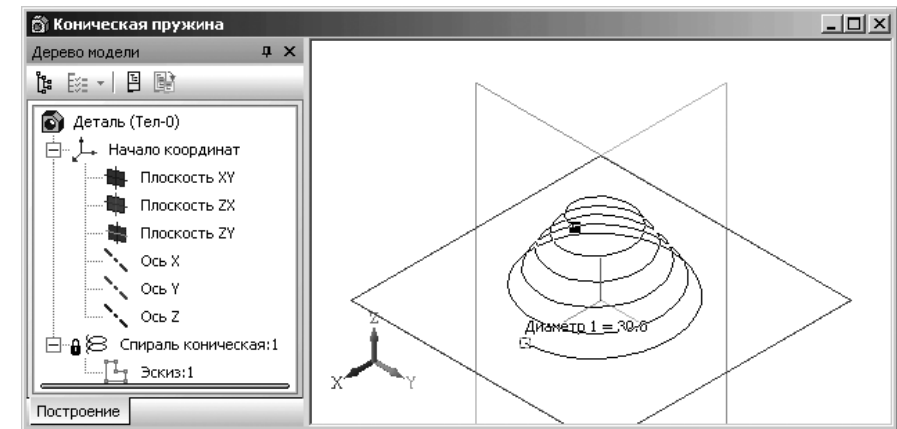

Рис. 3.100. Визуализация характерных точек конической спирали после перемещения характерной точки – **Начальный диаметр**
- не отпуская кнопку, перемещайте мышь вправо (влево). Вслед за курсором будет перемещаться выбранная характерная точка, значение соответствующего ей параметра будет уменьшаться (увеличиваться). Фантом объекта будет динамически перестраиваться. После того, как нужное значение будет достигнуто, например, **Диаметр 1 = 30**, при перемещении курсора мыши вправо, отпустите кнопку мыши. Это состояние системы показано на рис. 3.100.